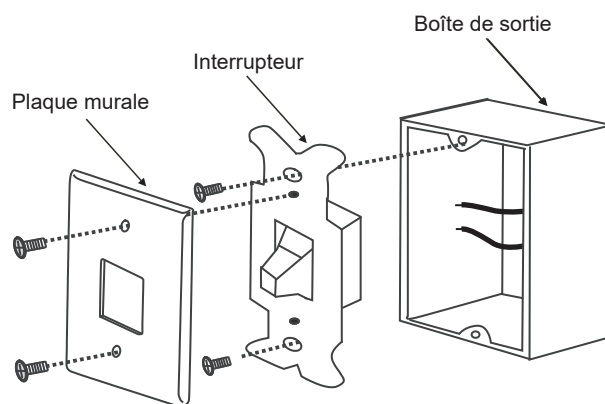

Figure 18
a. Retirez la plaque murale existante et l'ancien interrupteur du boîtier de prise murale. Câblez les fils NOIR (chauds) ensemble et repoussez-les à l'intérieur de la boîte de sortie. (Fig.18)